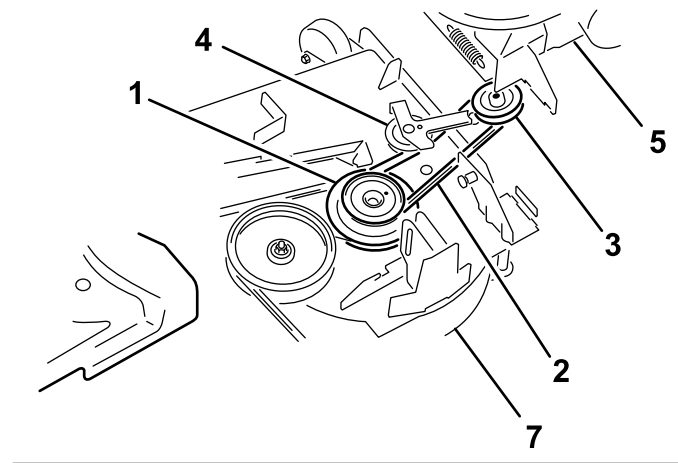

Figure 16
3. Faites passer la courroie sous la poulie de tension (Figure 16).
4. Retirez la courroie de la poulie d'entraînement (Figure 16).
- Chaussez la courroie de ventilateur sur la poulie du ventilateur (Figure 16).
- Faites passer la courroie momentanément sous la poulie de tension (Figure 16).
- Acheminez la courroie autour de la poulie de tension (Figure 16).
- Tirez sur la poulie de tension appelée par ressort pour l'éloigner du tenon fixe et chaussez la courroie sur la poulie de tension (Figure 16).